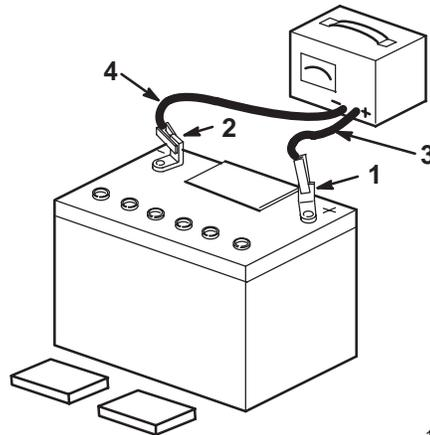

Figure 5
6. Sans remettre les couvercles des éléments, raccordez un chargeur de 3 à 4 A aux bornes de la batterie (Fig. 5).
8. Quand la batterie est chargée au maximum, débranchez le chargeur de la prise, puis débranchez les fils du chargeur des bornes négative et positive de la batterie (Fig. 5).